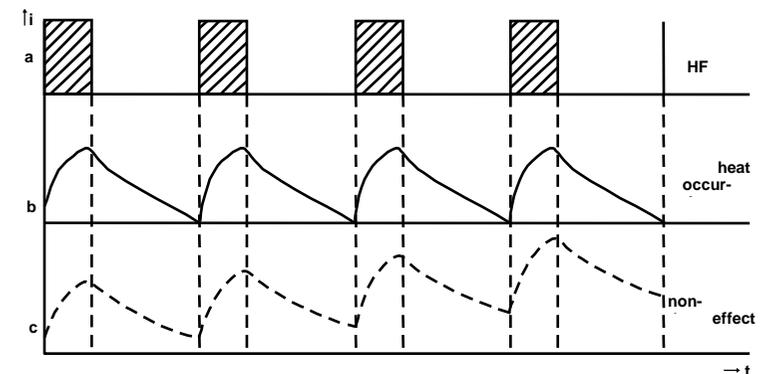

FIGURA 3
Se a frequência de repetição do pulso é aumentada e o intervalo entre os pulsos consequentemente encurtado, o calor gerado no tecido cairá a zero mas os efeitos fisiológicos mais persistentes não cairão. Por conseguinte, quando o próximo pulso chega, há ainda um efeito residual não termal ao qual o efeito do segundo pulso é somado. Como no caso de uma frequência mais baixa de repetição do pulso, o calor gerado não se acumulará; não ocorre nenhum aumento de temperatura no tecido (dosagem “submitis” - ver figura 3).
Na maioria dos tratamentos com ondas curtas pulsadas, a situação ilustrada na figura 3 é quase ideal: nenhum aumento de temperatura e um efeito somatório não termal. Por causa disso, um número de indicações para terapia por ondas curtas pulsadas é maior e o número de contra indicações é menor do que na terapia por ondas curtas contínuas (12).